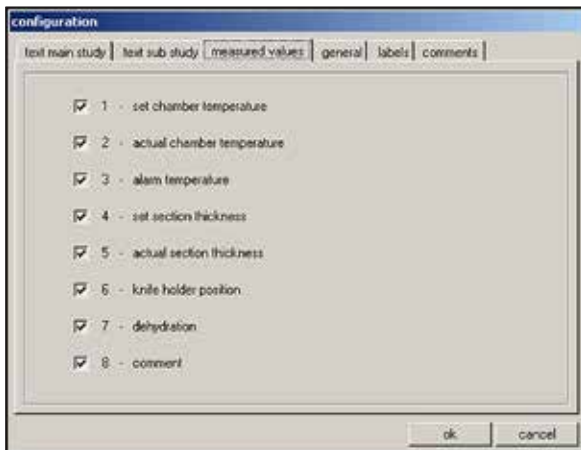

图 37
- 3 **Measured values (测量值)** 请参见 (→ 图 37) 中的解释